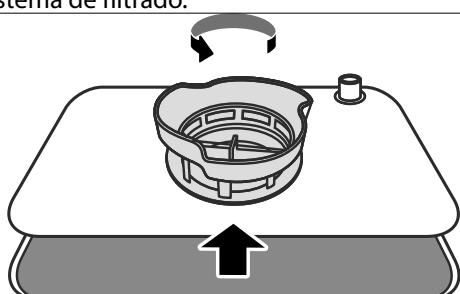

Fig. 19 – Aflojamiento del filtro fino
- ▶ Para desmontar el sistema de filtrado, gire el filtro fino en sentido antihorario (véase Fig. 19).